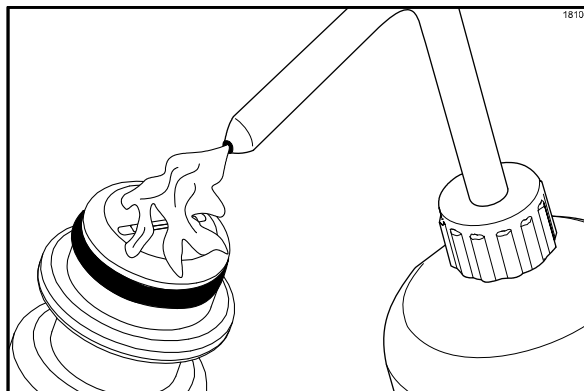

Figura 60
16. Encha a bisnaga com solução sanitizante. Segure-a sobre um balde. Aperte a bisnaga e enxágue bem o rasgo de cada conexão de ponta de xarope. (Veja a Figura 60.)